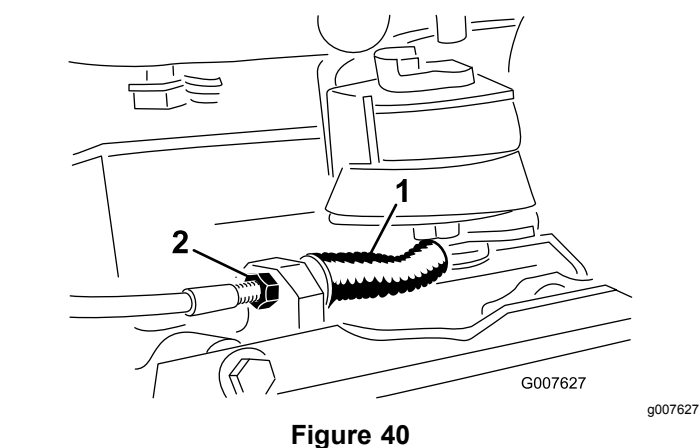

Figure 40
- Pour diminuer la tension du câble, desserrez l'écrou de blocage avant et serrez l'écrou de blocage arrière (Figure 40). Répétez les opérations 1 et 2, et ajustez la tension au besoin.
- Pour augmenter la tension du câble, serrez l'écrou de blocage avant et desserrez l'écrou de blocage arrière (Figure 40). Répétez les opérations 1 et 2, et ajustez la tension au besoin.